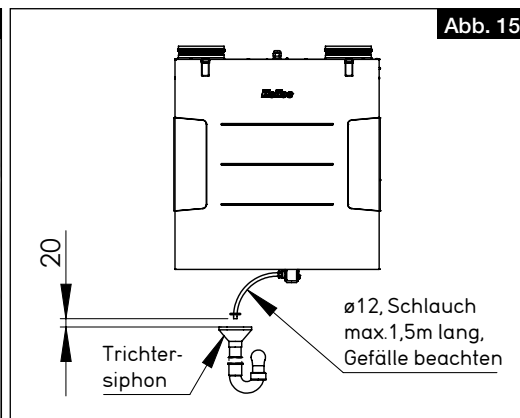

Abb. 15
- > Der Kondensatschlauch muss 20 mm über dem offenen Abfluss bzw. möglichen Wasserstand enden (s. Abb. 15).
- > Der vom Kugelsiphon abgehende Kondensatschlauch muss mit einem Gefälle nach unten, frei abtropfend in einen Trichtersiphon abgeleitet werden und darf nicht in ein geschlossenes System geführt werden (s. Abb. 15).